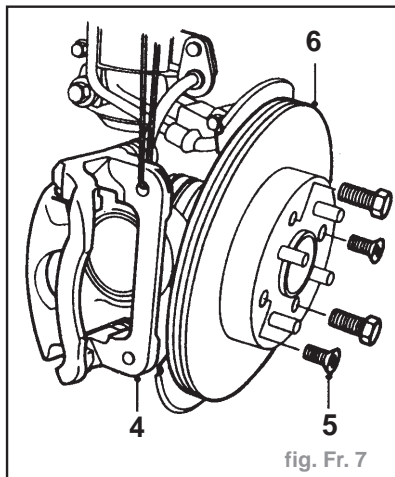

fig. Fr. 7
- Enlever 2 vis (5) maintenant le disque sur le flasque (fig. Fr. 7).
- Enlever le disque de frein (6) du flasque d'entraînement, en utilisant des vis de vérin si nécessaire.